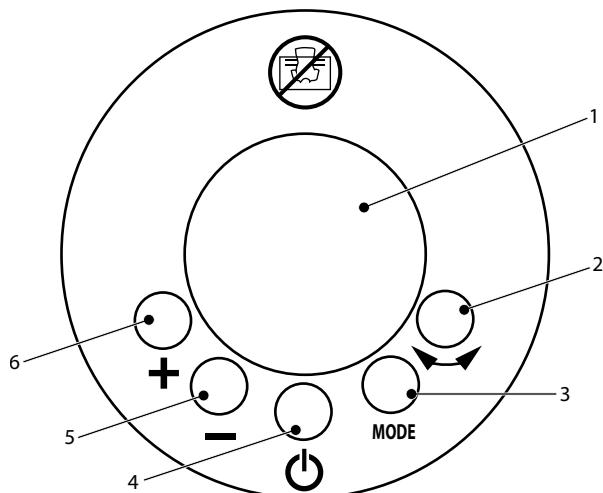
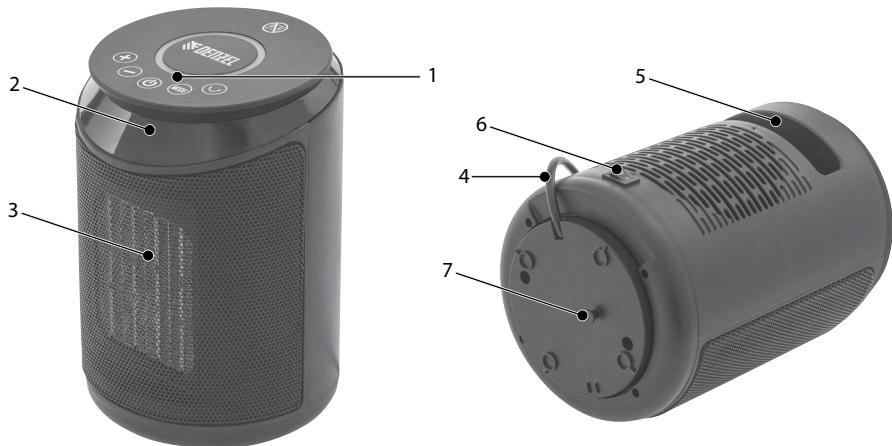

Рис. 2
Рис. 3
3. Нажмите кнопку включения 4 на панели управления (рис. 2, 4).
4. Выберите режим работы тепловентилятора, нажав на кнопку MODE на панели управления (рис. 2, 4).
5. С помощью кнопок 5 и 6 выберите необходимую температуру, отображаемую на дисплее 1 (рис. 2) и 2 (рис. 3).
6. При необходимости равномерного прогрева помещения нажмите кнопку режима осцилляции 2 (рис. 2, 4).
7. При необходимости зажмите кнопку MODE на 5 секунд, с помощью кнопок 5 и 6 выберите время отключения питания. Настройка завершится после 3 мерцаний дисплея (рис. 2, 4).
2. Нажмите кнопку выключения 4 на панели управления (рис. 2, 4).